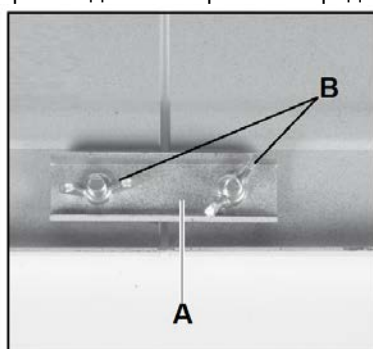

Рис. 5
- Снимите болты и гайки (В, Рис. 5) с отверстия, расположенного на переднем крае стола. Снимите панель (А, рис. 5).
- Затяните гайку-барашек на панели (А, рис. 5).